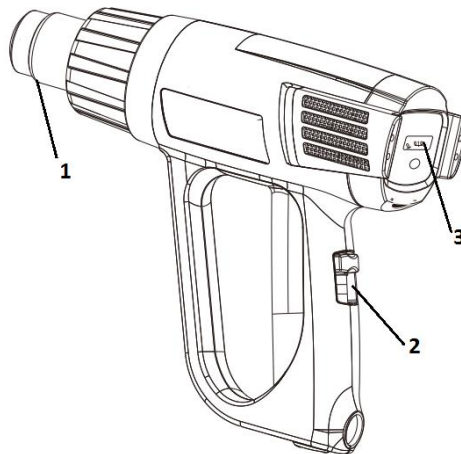

Рисунок 1
2.2.1 Конструкція виробу вміщена в корпус з термостійкого пластику і складається з наступних основних частин: нагрівального блоку в складі керамічного нагрівального елемента в термоізолюючому кожусі з вихідним сталевим соплом нагрітого повітря (1); компресорного блоку у складі колекторного двигуна змінного струму з відцентровою повітряною крильчаткою; перемикач/вимикач режимів (2) з ручкою регулятора температури (3), – згідно рис.1. Корпус обладнаний кільцевою рукояткою з захистом руки та торцевою опорою для міжопераційного зберігання соплом уверх. Електрична частина виробу складається з колекторного однофазного електродвигуна змінного струму, перемикача електроструму, електронного блоку управління з регулятором температури, з'єднувальних проводів і мережевого шнура. Захист від ураження електричним струмом користувача у виробу відповідає класу II за ДСТУ EN 61140:2015.